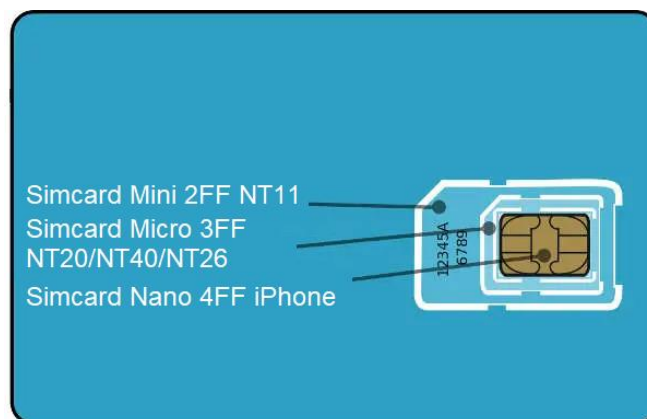

Figura 2 – Tamanho do Simcard NT11
- Simcard Mini (2FF), tamanho maior que Simcard Micro usado no NT20/NT40, ver figura 2. Deve ter um pacote de dados tipo M2M para permitir envio de dados a um servidor.